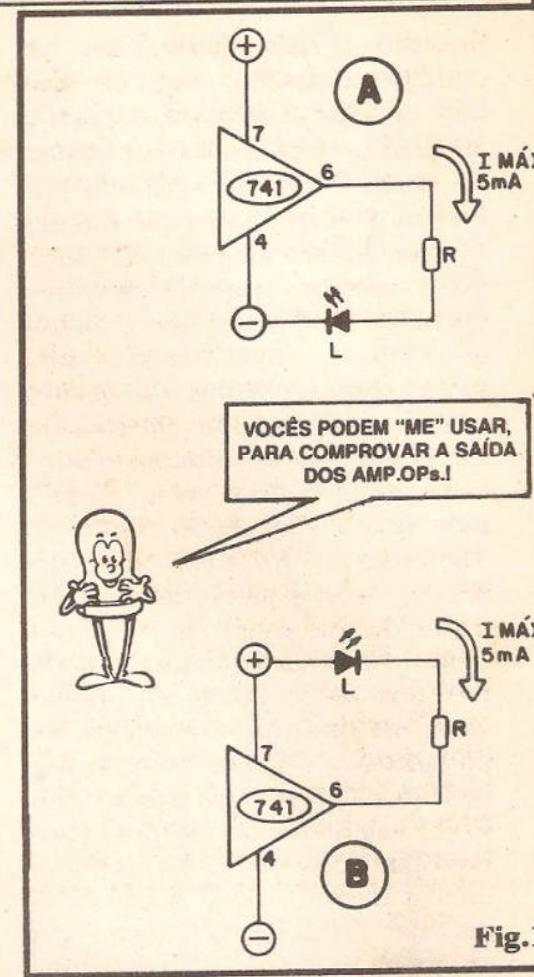

Fig.17
- FIG. 17 - O 741 ACIONANDO UM LED - No arranjo 17-A, o LED será energizado (acenderá) quando a Saída do 741 (pino 6) estiver em “zero” até +V. Já na configuração 17-B, para que o LED acenda, é preciso que o pino 6 situe-se de “zero” até -V. Notem que o resistor/limitador R deverá ter seu valor calculado em função da Tensão de alimentação extrema, de “ponta a ponta” (uma fonte split de 9-0-9 é, então, considerada como de 18V, para tal cálculo...) e determinando uma Corrente máxima de 5 mA (vejam a “Aula” nº 5, sobre os LEDs e respectivos cálculos...).